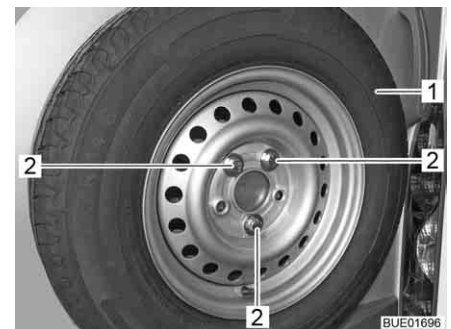

Fig. 227 Fixation de la roue de secours
- Dévisser trois vis de fixation (Fig. 227, 2).
- Retirer la roue de secours (Fig. 227, 1).